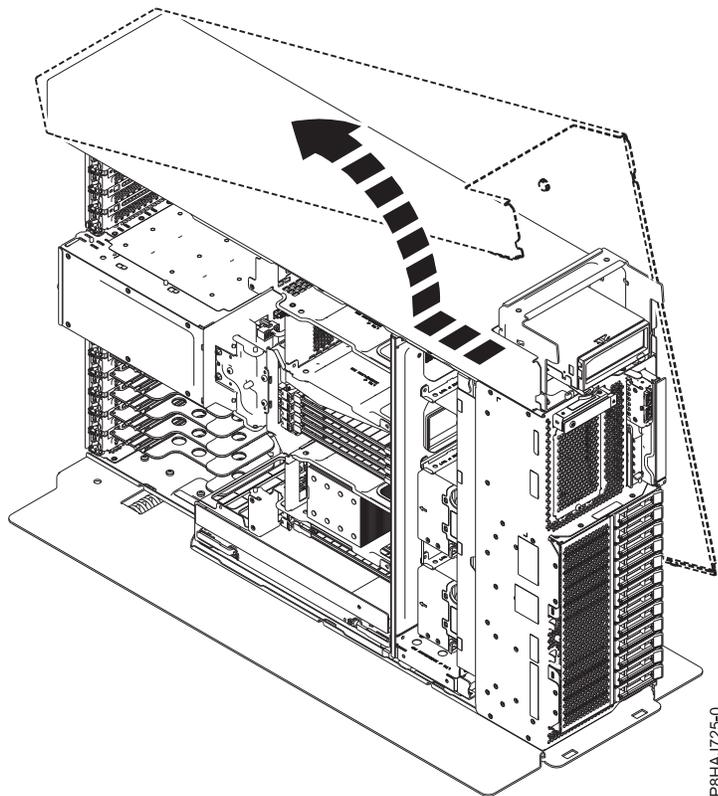

Abbildung 79. Ausbau der Seitenabdeckung bei einem eigenständigen System vom Typ 8286-41A
5. Schieben Sie die Seitenabdeckung in der in Abb. 79 dargestellten Richtung vom System.